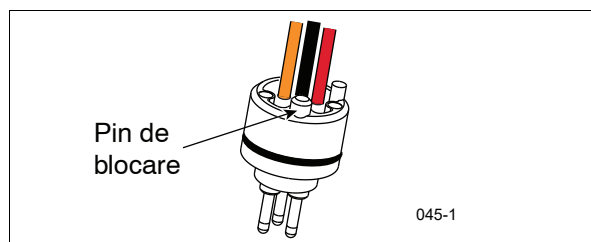

Figura 33. Pin de blocare al conectorului tată
10. Observați micul pin de blocare de pe spatele conectorului tată (vezi Figura 33).